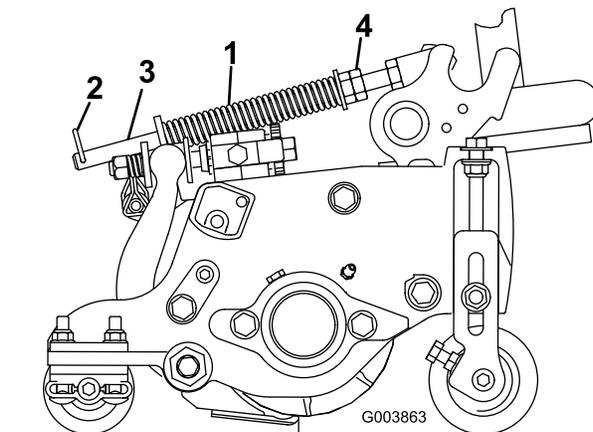

Figura 54
El muelle de compensación del césped (Figura 54) transfiere el peso desde el rodillo delantero al trasero. Esto ayuda a reducir el patrón de ondulaciones o corrugaciones en el césped.
1. Asegúrese de que la chaveta está instalada en el orificio trasero de la varilla (Figura 54).
2. Apriete las tuercas hexagonales del extremo delantero de la varilla del muelle hasta que la longitud comprimida del muelle sea de 15.9 cm (6.25"); consulte Figura 54.